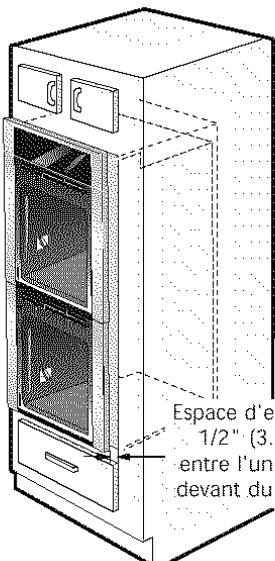

Figure 5
3. Insérez l'unité dans le découpage de l'armoire. Glissez l'unité vers l'intérieur en laissant un espace de 1 1/2" (3.8 cm) entre le four et le devant de l'armoire (voir figure 5). Tout en glissant l'appareil vers l'intérieur, tirez le câble gainé à travers le trou du plancher de l'armoire et vers la boîte de jonction.